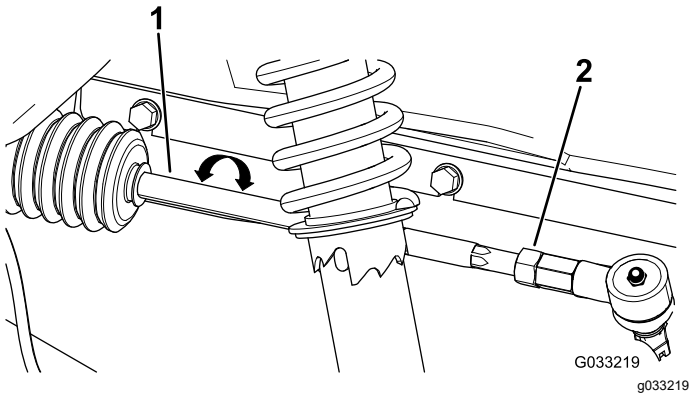

Bild 55
3. Wenn der Wert nicht zwischen 0-6 mm liegt, lösen Sie die Klemmmuttern am äußeren Ende der Spurstangen (Bild 55).